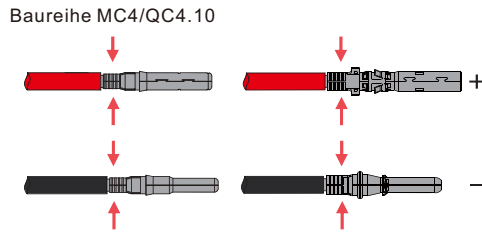

Abbildung 4.1-2 PV-Kabel zu PV-Steckern
Schritt 2. Verbinden Sie die PV-Kabel mit den PV-Anschlüssen (siehe Abbildung 4.1-2).